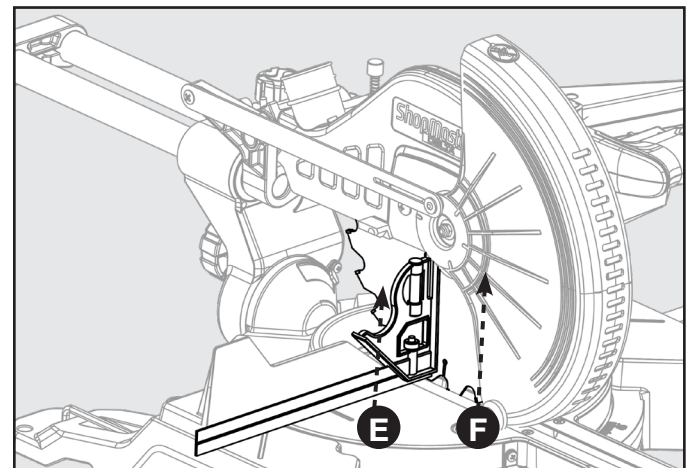

FIGURA 13
Consulte la Figura 13.
9. El borde de la escuadra y la hoja de la sierra deberán estar paralelo, tal como se muestra en la Figura 13.